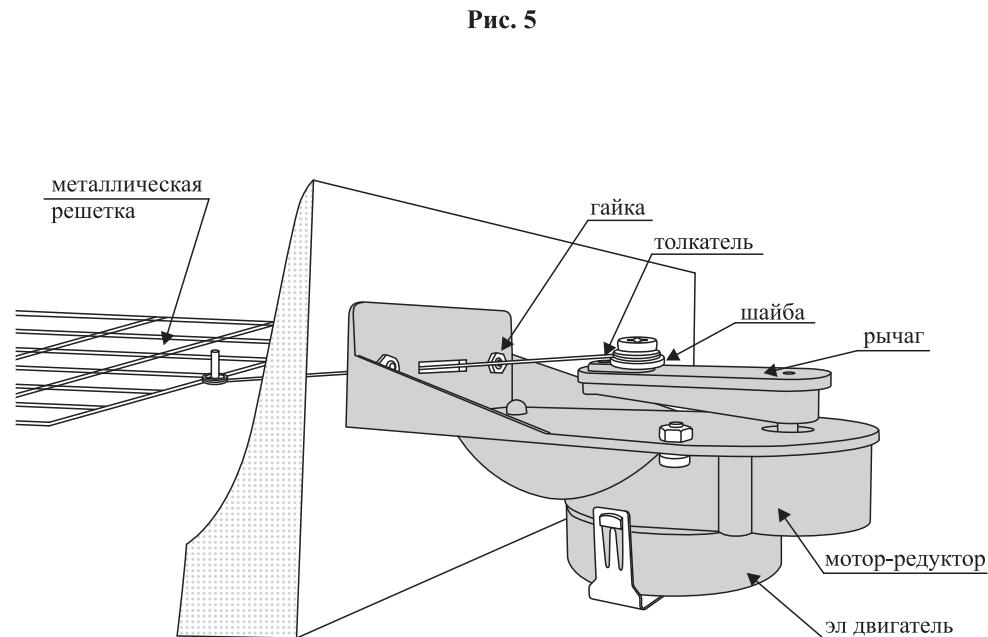

Рис. 5
6.10. Подсоедините толкатель к рычагу с помощью винта с шайбой, **не затягивая его до конца**. Рис.5. Толкатель должен свободно вращаться вокруг винта. На рычаге ближнее к валу редуктора отверстие используется при закладке куриных яиц (решетка на 70(98) ячеек), дальнее - при закладке гусиных и утиных яиц (решетка на 40(50) ячеек). Рис. 5.
6.3. Закрепите поворотное устройство на стенке корпуса инкубатора согласно Рис. 5
6.6. Установите в инкубатор металлическую решетку штырьком вверх, соединив его с отверстием толкателя. Рис.5.